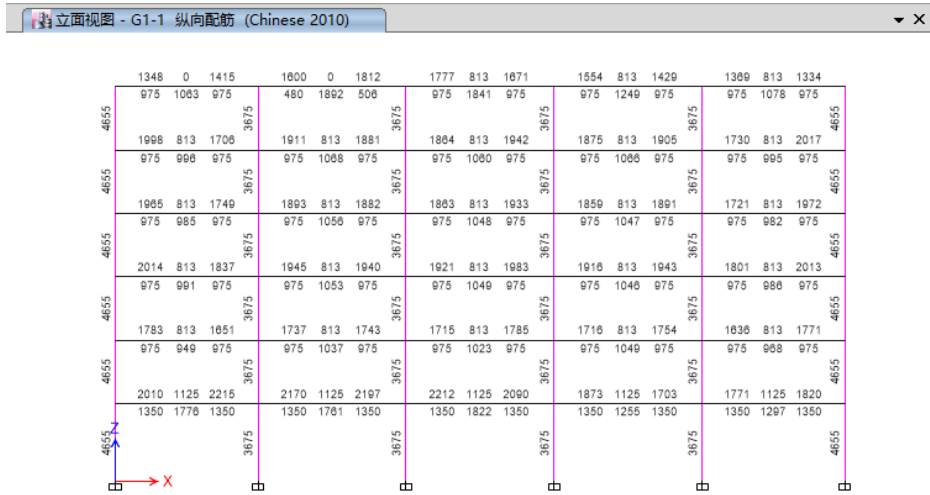

图 8-2 混凝土框架纵向配筋
3. 设计完成后，平面视图中显示纵向配筋，如图 8-2 所示。